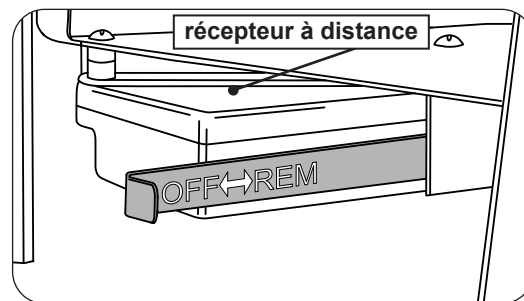

Fig. 32-2
2. Localisez l'actionneur de l'interrupteur OFF/REMOTE actionneur coulissant à l'arrière gauche du brûleur. Faites glisser l'actionneur à la position **REMOTE** droit. Voir Fig. 32-2.